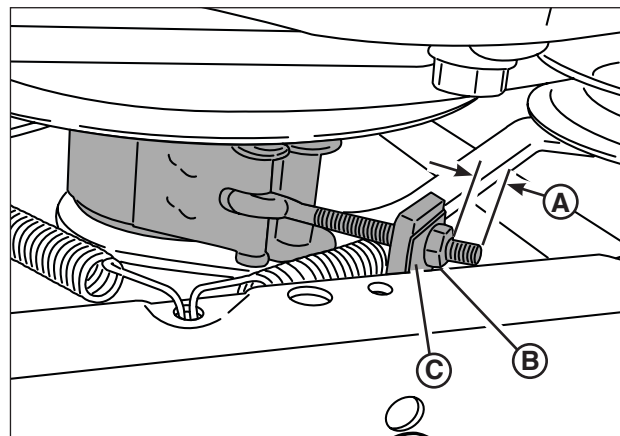

Figure 42: Réglage du frein de lame
- Le moteur de la machine étant coupé, retirer le couvercle de plateau de coupe (se reporter à « Comment retirer le couvercle de plateau de coupe ») et mesurer le filetage à nu du boulon à œil de frein de lame (A, Figure 42) depuis le contre-écrou jusqu'à l'extrémité du boulon. La partie à nu doit mesurer 1,3 cm (1/2 po).
- Si le filetage du boulon à œil mesure moins de 1,3 cm (1/2 po), desserrer le contre-écrou (B) et serrer le boulon en T (C) d'un demi-tour (dans les sens des aiguilles d'une montre). Resserrer le contre-écrou et mesurer à nouveau le filetage. Répéter jusqu'à ce que la bonne longueur de filetage à nu est obtenue. Passer ensuite directement à l'étape 6.
- Si le filetage du boulon à œil est à la bonne mesure, desserrer le contre-écrou (B) et serrer le boulon en T (C) d'un demi-tour (dans les sens des aiguilles d'une montre). Resserrer le contre-écrou et passer ensuite à l'étape 6.